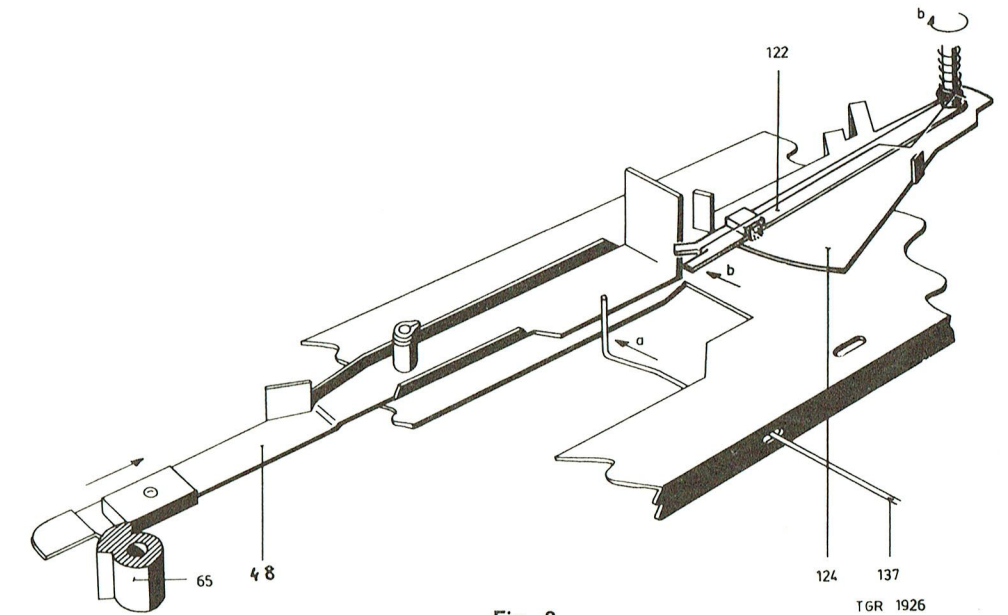

Fig. 3
Lorsque la touche de démarrage 156 est enfoncée, l'extrémité de la tringle 137 doit appuyer contre le palpeur 48 afin que la pièce en nylon s'applique sans aucun jeu contre le coussinet de palier du plateau, voir fig. 3.
- Régler en courbant l'extrémité "b" de la barrette 122, voir fig. 3.